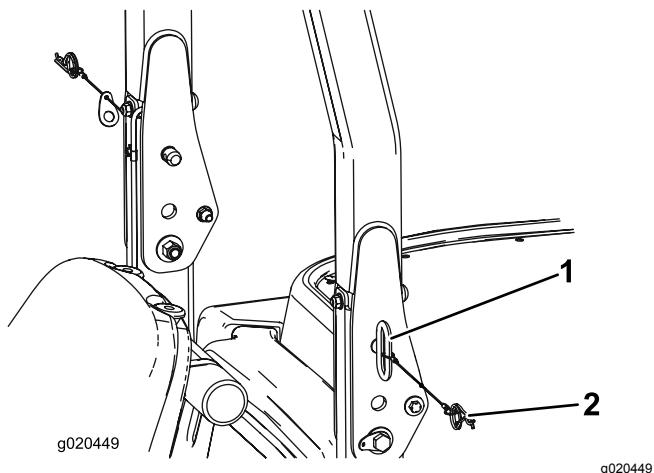

Figure 55
- Pour abaisser l'arceau de sécurité, retirez les goupilles fendues et les deux axes (Figure 55).